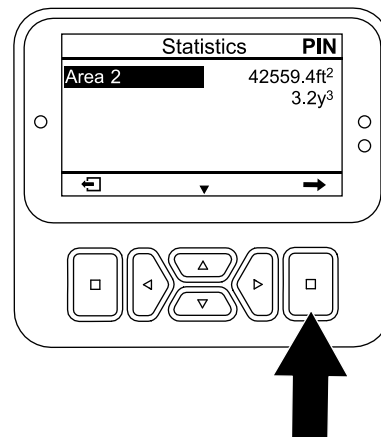

Figura 100
- În ecranul STATISTICS (Statistici), apăsai butonul jos până când este selectată opțiunea AREA 2 (Zona 2) (Figura 100).